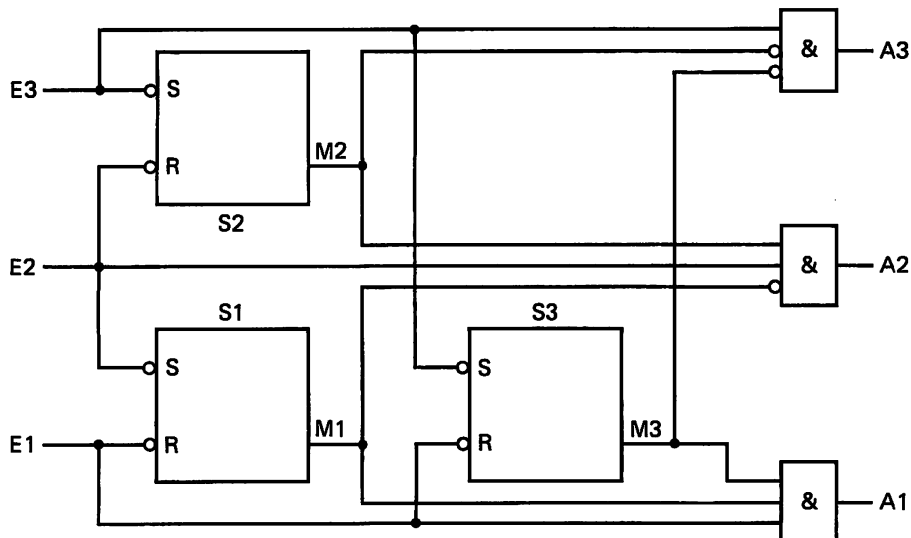

Bild F65.1
Wir entwickeln nun ein Programm für eine statische Rangfolgeschaltung. Bei Beschickungsanlagen oder ähnlichen Anwendungsfällen ist es oft erwünscht, die Beschickung (z. B. Silos) in der Reihenfolge ihrer Leermeldungen vorzunehmen. Das Bild F65.1 zeigt einen FUP zum Füllen von drei Silos.
- Der geschlossene FUP in Bild F65.1 lässt sich schwer direkt programmieren. Bringen Sie deshalb den FUP in die aufgelöste Darstellung.